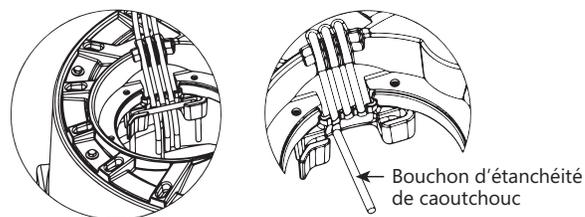

Figure 2. Bien assurer l'étanchéité des cordons, derrière la tige QuickTree
Après les travaux d'entretien ou d'inspection des flotteurs, remettre le QuickTree en place sur son support. Il est important d'assurer adéquatement l'étanchéité des cordons du moteur de la pompe, de l'interrupteur à flotteur et de l'alarme facultative dans les tuyaux d'étanchéité spécialement conçus situés sous le couvercle d'accès. Une bonne étanchéité est nécessaire pour que les émanations d'égout ne s'échappent pas du système. Placer les cordons solidement en place dans les tuyaux de caoutchouc, tel qu'illustré à la Figure 2 [gauche] en prenant soin d'éviter que les cordons n'aient trop de jeu dans le système.
**IMPORTANT :** trois tuyaux à cordons sont fournis. Dans le cas des systèmes sans alarme facultative, seuls deux canaux seront utilisés et le troisième doit être bouché à l'aide d'un bouchon d'étanchéité de caoutchouc fourni. Voir la Figure 2 [droite]. S'il y a un cordon d'alarme, les trois canaux serviront. Tous les joints d'étanchéité en caoutchouc du couvercle sont fixés de manière permanente et n'ont pas besoin d'être remplacés.